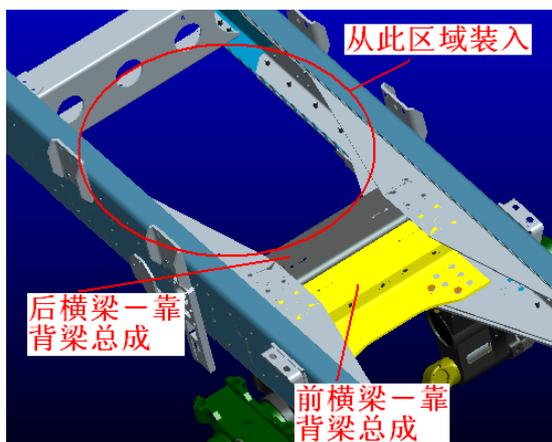

图 6
1、先将前横梁-靠背梁总成从图示区域装入平衡悬架区域，再将后横梁-靠背梁总成从同样位置装入（图 6 和图 7）；